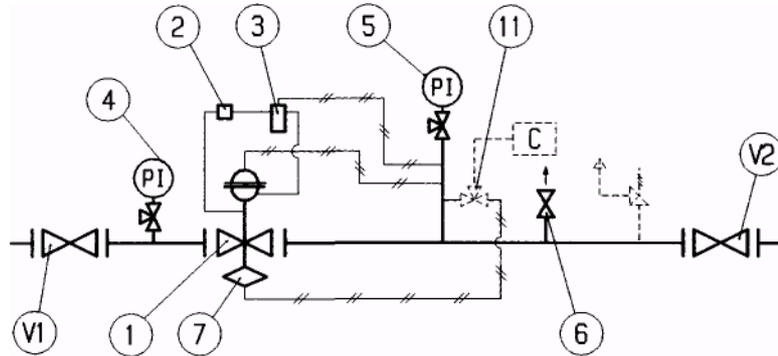

Рис. 13
5.4 ВВОД В ЭКСПЛУАТАЦИЮ РЕГУЛЯТОРА СО ВСТРОЕННЫМ ОТСЕКАЮЩИМ КЛАПАНОМ (РИС. 13)